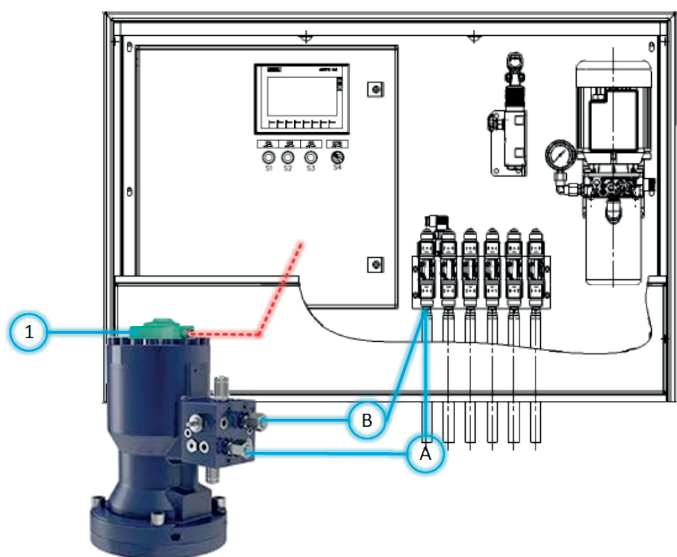

Рис.9. Порты "А" и "В" в блоке регулирующих клапанов.
3. Подсоедините гидравлические шланги к портам "А" и "В" на шкафу управления. Шланги подключаются под блоком регулирующих клапанов. См. рис. 9. Шланг В соединен с передней частью и шлангом А сзади. Система управления основывается на следующих действиях с портами "А" и "В":